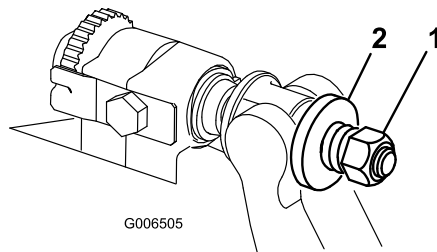

Figura 29
- Aperte a porca da mola tensora até que a mola fique recolhida; em seguida, desaperte meia volta (Figura 29).